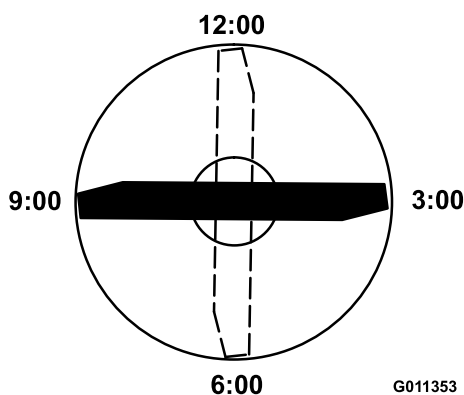

Рисунок 127
5. Поверните отмеченный конец ножа в положения «3 часа» и «9 часов» (Рисунок 127) и измерьте значения высоты.